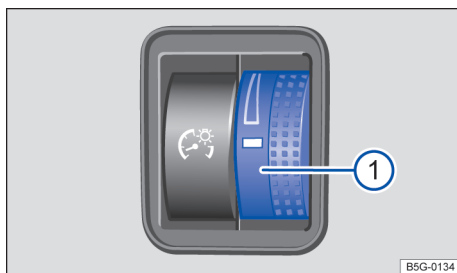

Fig. 92 Junto ao volante: regulador da iluminação dos instrumentos e dos comandos ①.
Dependendo da versão do veículo, a intensidade da iluminação dos instrumentos e dos comandos podem ser regulados sem escalonamentos ao girar o regulador → Fig. 92 ① com as luzes acesas.